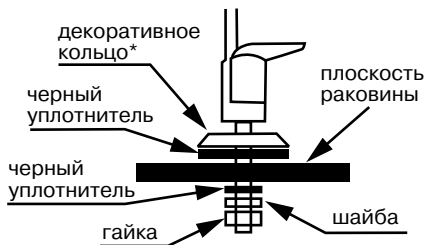

Рис. 4
Монтаж крана чистой воды* производите согласно рис. 4. Мы рекомендуем не затягивать гайку крана до завершения монтажа и проверки работоспособности системы, чтобы была возможность убедиться в отсутствии подтекания воды в месте соединения корпуса крана и резьбовой трубки. В комплекте с краном чистой воды для герметизации соединения с трубкой может поставляться набор деталей для подключения, либо кран может иметь в своем составе быстро-разъемный коннектор. На рис. 5а, б, в приведены способы подключения трубки к крану чистой воды.
2. Откройте кран подачи воды (B).
3. Откройте кран чистой воды (A).
5. Через 2-3 минуты закройте кран чистой воды (A). Система готова к эксплуатации.
7. Убедитесь в отсутствии протечки внизу корпуса крана чистой воды, затяните гайку крана (см. рис. 4).